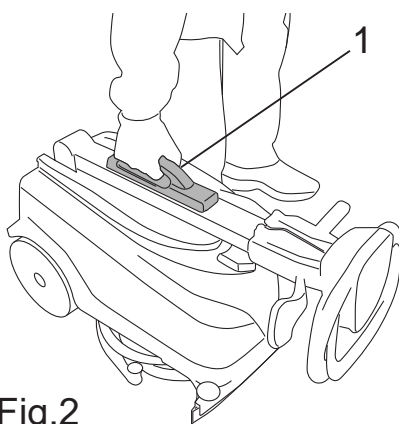

Fig.2
- Packa upp maskinen från förpackningen genom att lyfta den i skaftet (bild 2-ref.1) och ställ den på golvet.